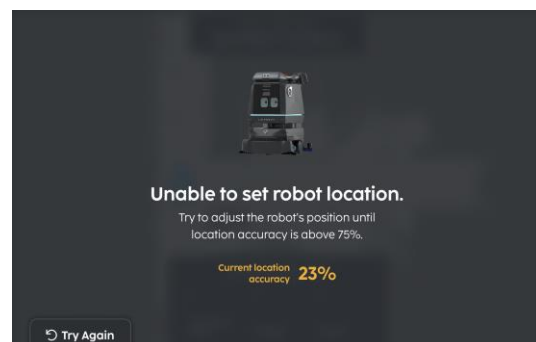

FIGURE 5-5
3. Si la localisation échoue, sélectionnez 'Réessayer' (Fig 5-5).